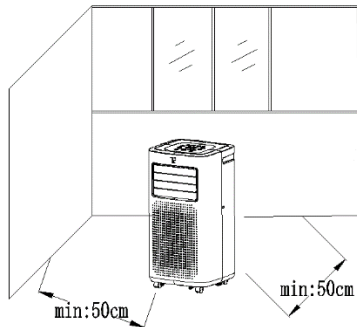

Abb.1
- Bitte stellen Sie das Gerät auf eine flache Ebene in der Nähe einer geeigneten Steckdose, jedoch mind. 50cm zu anderen Objekten auf (siehe Abb.1).